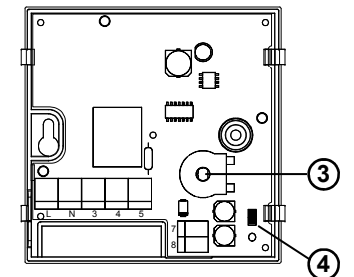

Fig. 6
Quando la temperatura ambiente rilevata è inferiore a quella impostata con il trimmer interno, (3) di Fig. 6, il termostato attiva il relè e contemporaneamente si accende il LED rosso posto sul frontale.
Tramite il trimmer interno di regolazione, (3) di Fig. 6, e' possibile impostare la temperatura attorno a cui verrà effettuato il controllo della temperatura ambiente, come indicato al paragrafo precedente, nel range 6°C .. 30°C.
Nel caso in cui l'installazione preveda un montaggio con sonda a distanza, è necessario rimuovere il connettore jumper JP1 (4 di Fig. 6), e collegare una sonda di tipo NTC da 4700 Ohm a 25°C con adeguato valore per il parametro beta ai morsetti 7 e 8. In caso di dubbio sul tipo di sonda da collegare si prega di consultare il costruttore.
When the measured room temperature is below the value set on the internal trimmer, (3) of Fig. 6, the thermostat turns the relay on and, at the same time, turns the red LED on.
The user can set the room temperature by moving the internal trimmer, (3) of Fig. 6, to any desired temperature, as explained in the former paragraph, between 6°C and 30°C.
If it is planned to install a remote sensor, remove the jumper connector JP1 (4 of Fig. 6) and connect an NTC type sensor (4700 ohm@ 25°C) with a suitable beta value to terminals 7 and 8. In case of doubt as to the type of sensor to connect, please consult the manufacturer.